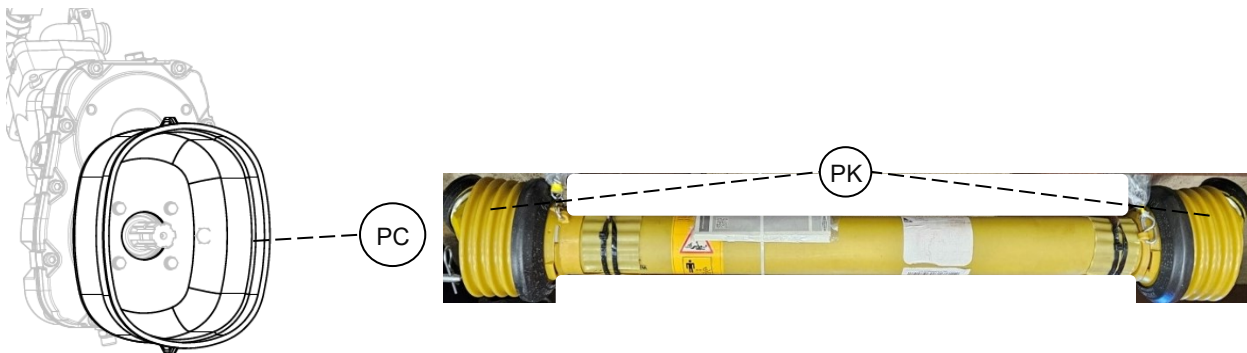

Bild.11
8. Fäst skydden (**PK**) med kedjorna till skyddet (**PC**) och till traktors skyddskorg så att dessa inte roterar, korta utav kedjorna vid behov så att de inte lindas upp, se Bild.11.